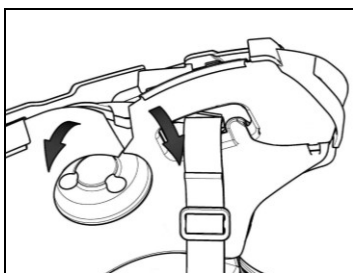

Fig. 11
- Soulevez le revêtement en plastique de la joue (Fig. 11).